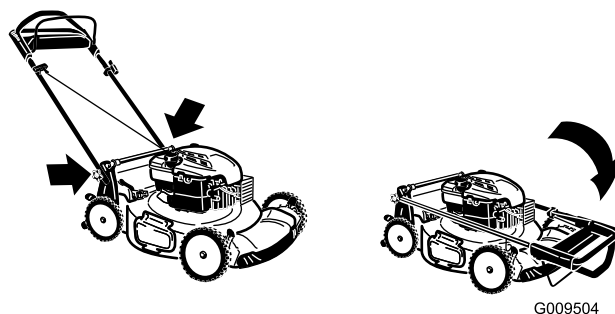

Figura 34
2. Piegare la stegola superiore in avanti come mostrato in figura Figura 34.